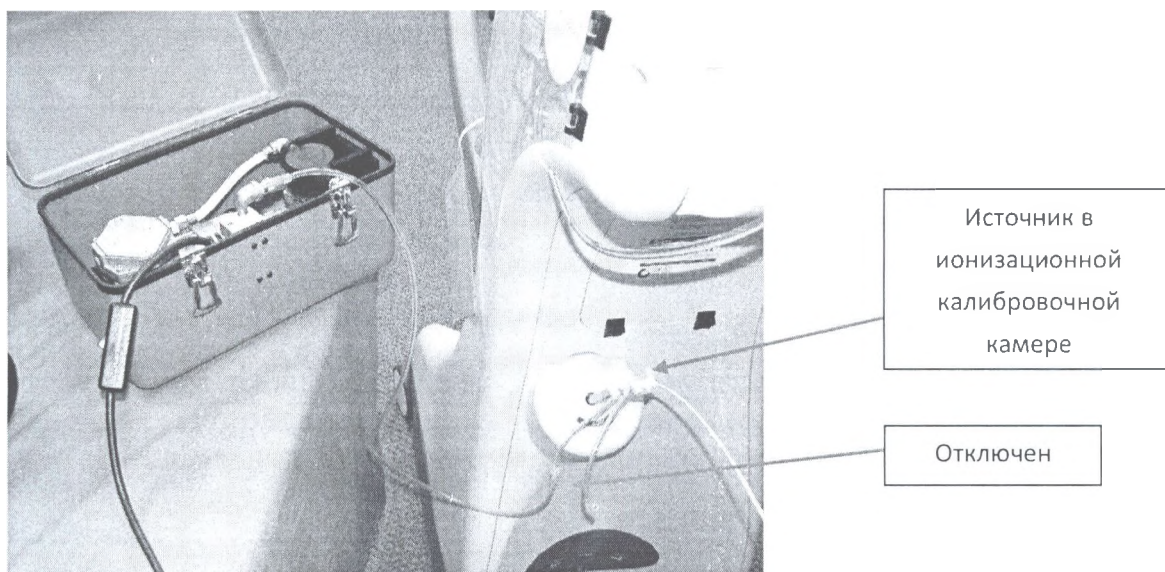

Рисунок 5
2. Вставьте катетер источника рентгеновского излучения в ионизационную калибровочную камеру (см. рис. 5)